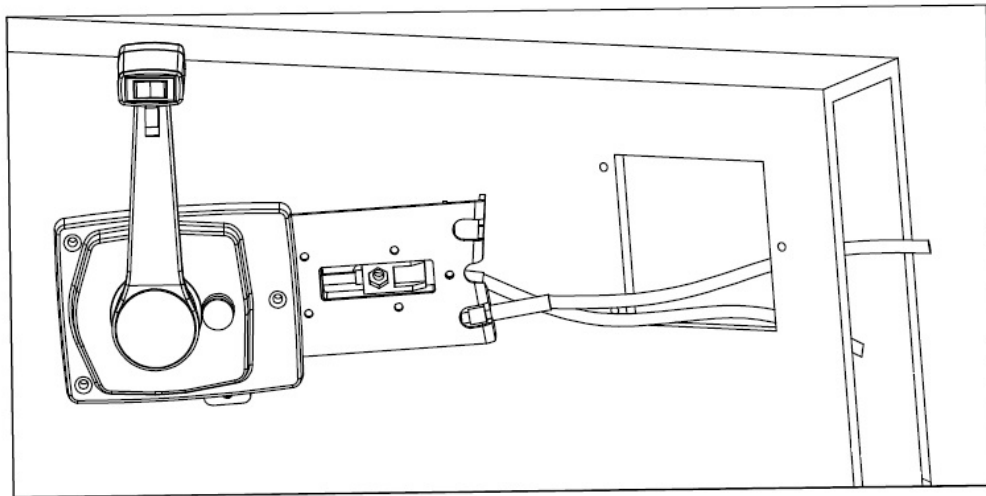

Figura 2
- 2) Encaixe a caixa de Comando no espaço, conforme Figura 2